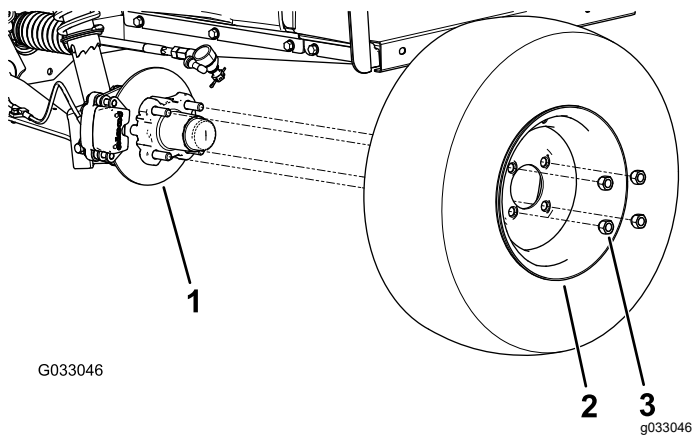

Bild 29
2. Nehmen Sie die vier Radmuttern ab, mit denen das Rad an der Radnabe befestigt ist (Bild 29).
5. Befestigen Sie das Rad mit den Radmuttern an der Nabe (Bild 29).
4. Fluchten Sie die Löcher im Rad mit den Bolzen der Nabe aus und montieren das Rad so an der Nabe, dass das Reifenventil außen ist (Bild 29).